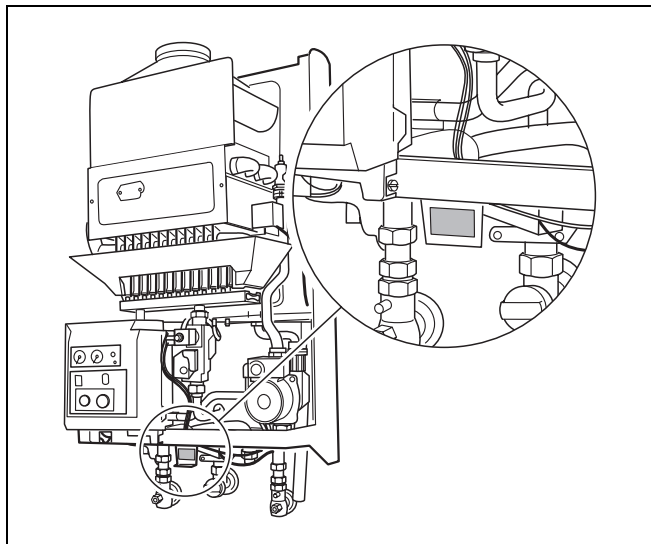

Fig. 52 Adesivo "Categoria tarata"
- Incollare sopra all'adesivo "Categoria tarata" (fig. 52), il nuovo adesivo (è accluso al set di trasformazione).